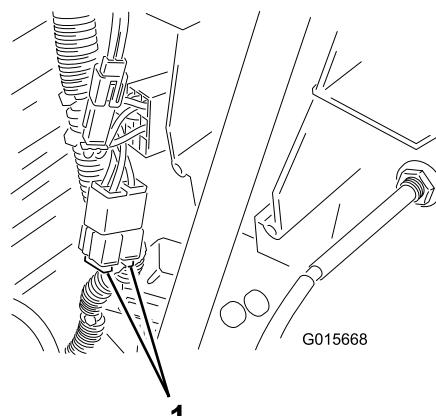

Figure 28
- Soulevez le capot et repérez le fusible sous le réservoir à carburant (Figure 28).